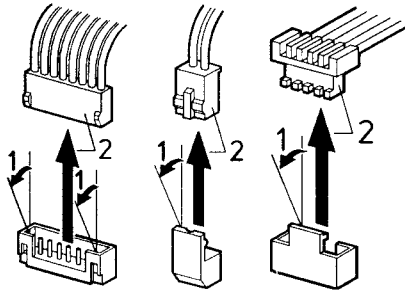

Fig. 10a
Beachten Sie bitte die verschiedenen Steckerausführungen (Fig. 10a/10b)!
- Fig. 10a:** 1 – Rastnase lösen
Please note that there are different versions of connectors (Fig. 10a/10b)!
- Fig. 10a:** 1 – Release locking cap